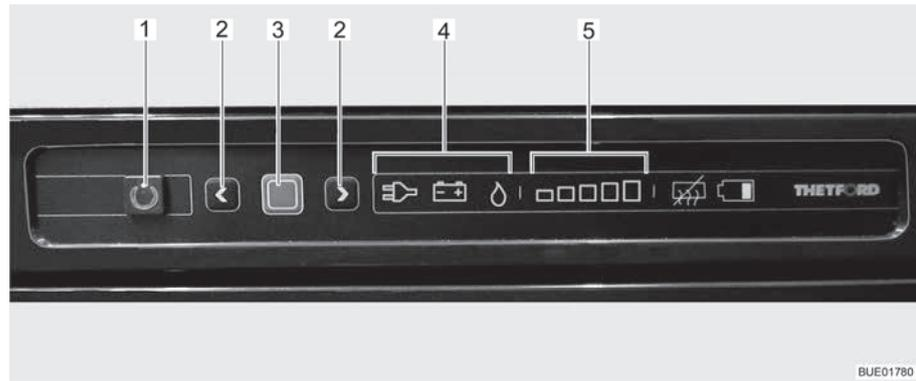

Bild 106 Bedienelemente für den Kühlschrank
Die aktuelle Betriebsart wird durch ein leuchtendes Symbol (Bild 106,4) an der Bedieneinheit angezeigt.
Nach dem Einschalten wählt der Kühlschrank automatisch die zuletzt gewählte Thermostateinstellung. Diese Einstellung kann manuell mit den Pfeiltasten (Bild 106,2) nachgeregelt werden. Die Leuchtbalken der Kühlstufenanzeige (Bild 106,5) zeigen die gewählte Thermostateinstellung an. Mit den Pfeiltasten wird die Kühltemperatur für alle drei Energiearten eingestellt. Es dauert einige Stunden, bis der Kühlschrank die normale Betriebstemperatur erreicht hat. Beim Umschalten der Betriebsart wird die Thermostateinstellung beibehalten. Die Kühltemperatur wird unabhängig von der Energieart beibehalten.
- Taste Ein/Aus (Bild 106,1) 1 Sekunde lang drücken. Taste (Bild 106,1) leuchtet grün auf. Nach ca. 10 Sekunden wird die Anzeige aus Energie-spargründen gedimmt.
- Bestätigungstaste (Bild 106,3) ca. 2 Sekunden lang drücken. Die Symbole der Betriebsarten (Bild 106,4) blinken.
- Zum Ändern der Betriebsart die Pfeiltasten (Bild 106,2) drücken.
- Für Gasbetrieb mit den Pfeiltasten (Bild 106,2) die Betriebsart Gas auswählen. Die Gaszufuhr ist geöffnet. Der Zündvorgang erfolgt automatisch. Ein tickendes Geräusch ist hörbar, bis der Zündvorgang erfolgreich abgeschlossen ist.
- Bestätigungstaste (Bild 106,3) drücken.
- Bestätigungstaste (Bild 106,3) erneut drücken. Die aktuelle Kühlstufe wird durch die Leuchtbalken (Bild 106,5) angezeigt.
- Zum Ändern der Einstellung die Pfeiltasten (Bild 106,2) drücken, bis die gewünschte Einstellung angezeigt wird.
- Taste Ein/Aus (Bild 106,1) ca. 2 Sekunden lang drücken. Alle Lampen erlöschen. Der Kühlschrank ist abgeschaltet.